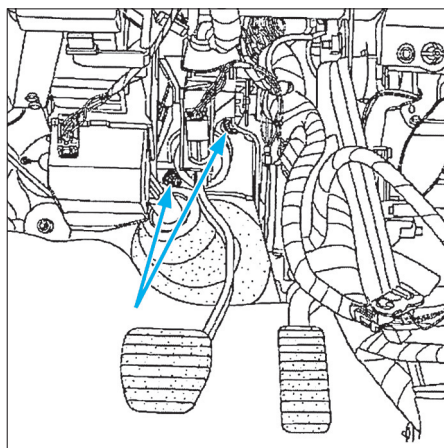

FIG. 19
• Déposer les deux écrous de fixation du servofrein et le déposer (fig. 19).